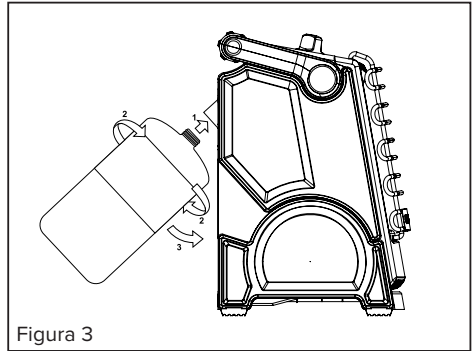

Figura 3
- Incline el regulador hacia afuera desde la parte de atrás y enrosque el tanque de gas LP desechable de 1 lb dando vueltas a la derecha (desde la parte inferior) en la unidad hasta que quede apretado con la mano; vea la Figura 3. NO use sellador de roscas en esta conexión.